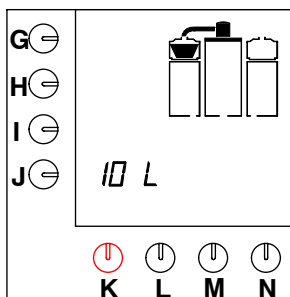

Fig. 7 Periodo de goteo
- Tan pronto como se ha llenado el contenedor de café, el display muestra intermitentemente el cestillo de filtro durante el periodo de goteo, ver fig. 7.